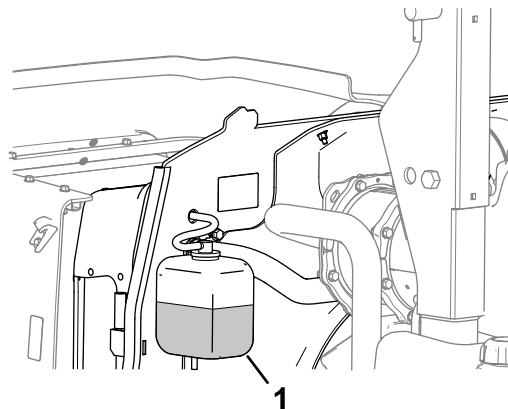

Figure 66
1. Vérifiez le niveau du liquide de refroidissement dans le vase d'expansion (Figure 66).